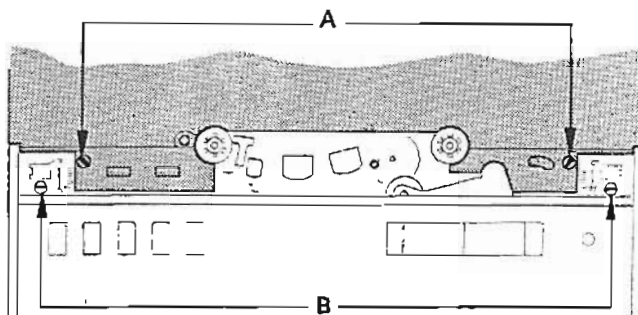

Bild 3.2.–4
- Schraube A (Bild 3.2.–4) lösen. Abdeckplatte nach oben abziehen. (Oberkante 3 Klemmhülsen)
- Schrauben B (Bild 3.2.–4) lösen. Netzschalterknopf sowie sämtliche Drehknöpfe und Schaltscheiben nach oben abziehen. Beim Netzschalterknopf darauf achten, dass der Spannring nicht verloren geht.